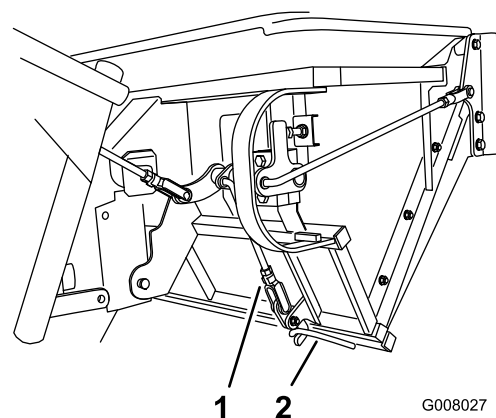

Figura 41
4. Asegúrese de que los cierres se enganchan completamente y que tocan la varilla de cierre que está soldada a la puerta (Figura 41).